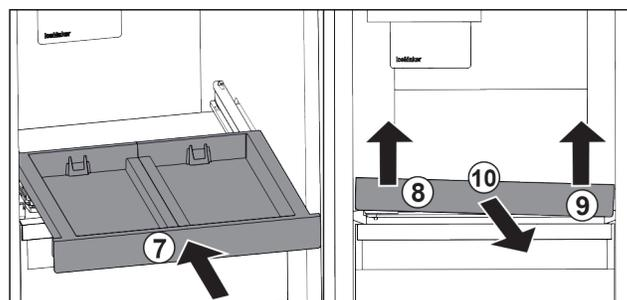

Fig. 101
- Rentrer le compartiment coulissant. Fig. 101 (7)
- Soulever le compartiment coulissant au niveau de la partie avant gauche. Fig. 101 (8)
- Soulever le compartiment coulissant au niveau de la partie avant droite. Fig. 101 (9)
- Retirer le compartiment coulissant par l'avant. Fig. 101 (10)